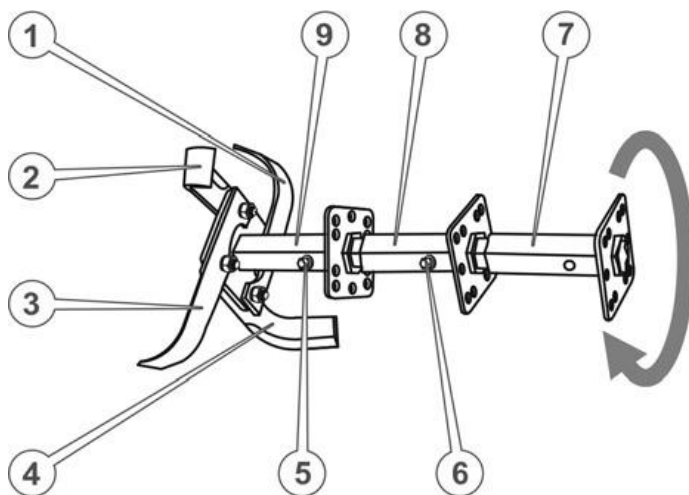
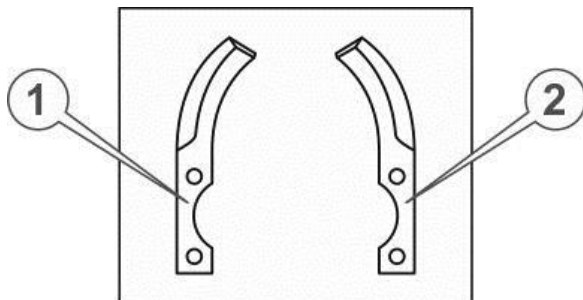

Рисунок 5.7 – Ґрунтофреза 4-секційна
Рисунок 5.8 – Правий та лівий ножі
1. Встановити додаткову маточину ротора в шестигранний отвір основної маточини та зафіксувати, щоб уникнути можливого осьового зсуву, болтом М8х80 з плоскою і пружинною шайбою (див. рис. 5.7).
3. Взяти з комплекту ґрунтофрези по одному лівому і правому ножу (див. рис. 5.8).
4. Притулити приготовані ножі (наприклад, поз. 2 і поз. 3 на рис. 5.8) до кріпильного квадрату маточини уздовж двох суміжних сторін цього квадрата у такий спосіб, щоб квадрат опинився всередині загинів ножів, загострені частини ножів були спрямовані за ходом обертання (як зазначено стрілкою на рис. 5.7), кріпильні отвори ножів збіглися з отворами квадрата, водночас кінцевий отвір одного ножа (поз. 3) збігся із серединним отвором іншого ножа (поз. 2). Утримуючи ножі в такому положенні вставити в отвір болт, надіти шайби й наживити гайку.